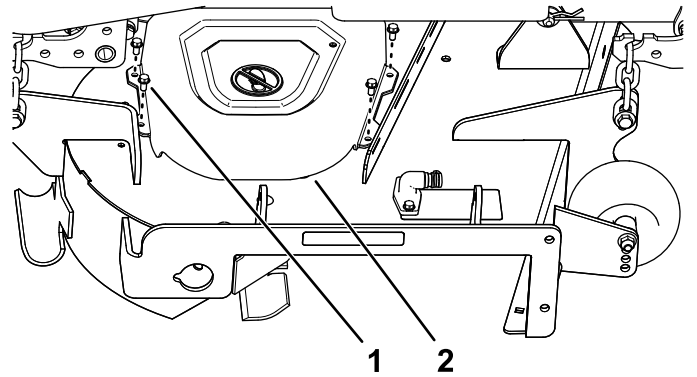

Bild 7
- Nehmen Sie die vier Schrauben ($\frac{1}{4}'' \times \frac{1}{2}''$) ab, mit der die rechte Riemenabdeckung befestigt ist, und nehmen Sie die Riemenabdeckung ab (**Bild 7**).